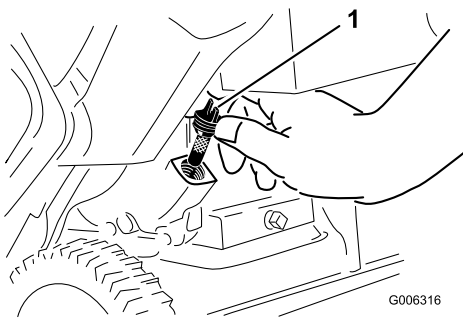

Bild 26
6. Reinigen Sie den Bereich um den Öleinfülldeckel (Bild 26).
7. Schrauben Sie den Öleinfülldeckel ab und entfernen ihn (Bild 26).